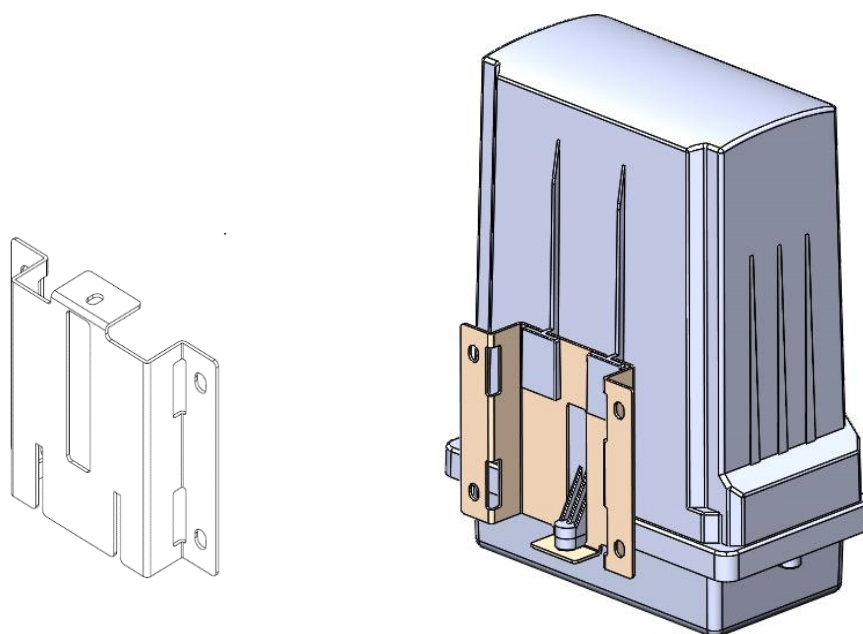

Рисунок 5.8. Металлический держатель для крепления на опоре и настенного монтажа
1. Вначале при помощи бандажной металлической ленты на опору крепится металлический держатель (Рис. 5.8).